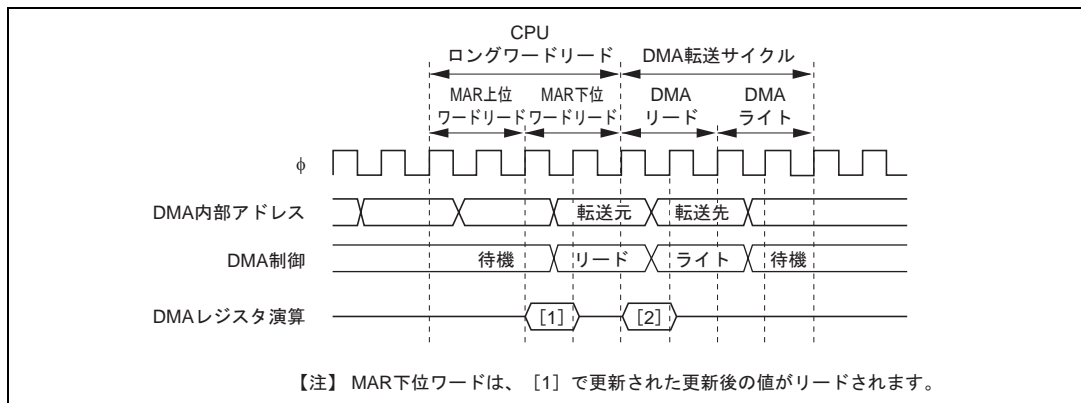

図 7.41 DMAC レジスタの更新と CPU リードの競合
- (b) DMACレジスタリード直後にDMACの転送サイクルが起こる場合、図7.41のようにDMACレジスタがリードされます。